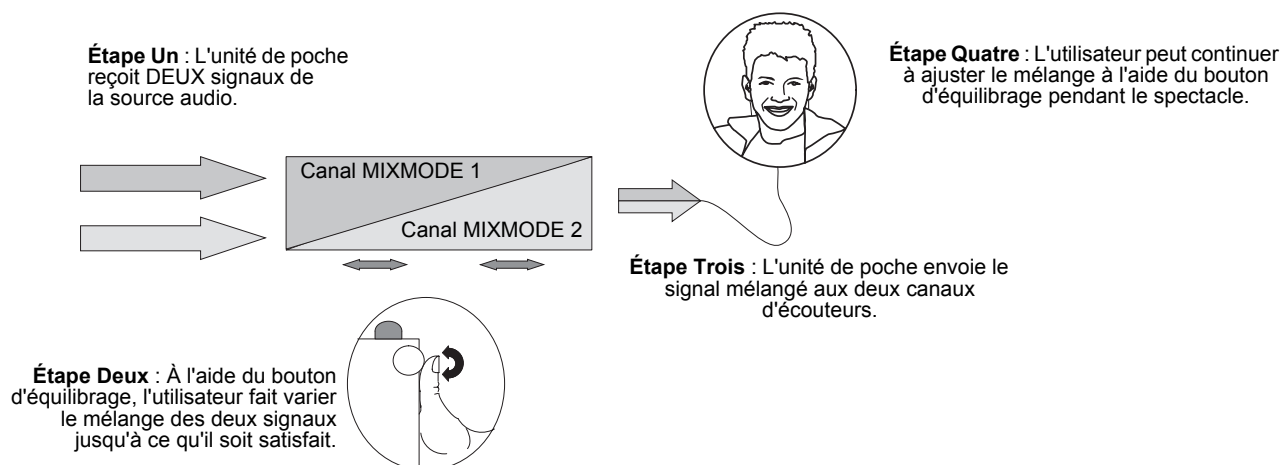

FIGURE 4
**MixMode** : Permet à l'utilisateur d'ajuster aisément le mélange de retour *pendant* le spectacle. En MixMode, l'unité de poche reçoit deux signaux, par exemple un mixage d'orchestre et un mixage de voix. Le bouton d'équilibrage permet de régler le mélange de ces deux signaux. Le signal mélangé est envoyé aux deux écouteurs. Par exemple, si l'orchestre domine les voix dans le mélange, le niveau des voix peut être augmenté et le niveau du mixage d'orchestre diminué simplement en ajustant le bouton d'équilibrage (voir Figure 4). Pour le fonctionnement en MixMode, utiliser MIX ON.